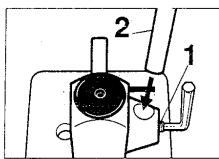
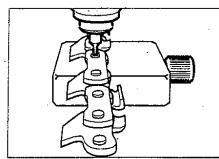

fig. 1
fig. 4
Il rompicatena viene fornito già assemblato eccetto la leva di impugnatura. Per montarla svitare la vite (1) (fig.1) utilizzando la chiave in dotazione. Inserire la leva (2) come indicato in fig.1 e bloccare la vite (1).
Posizionare la testa del rivetto sotto il punzone (fig.4) e abbassare progressivamente la leva (2) (fig.1) in modo tale da fare uscire il rivetto. Non forzare in modo eccessivo.